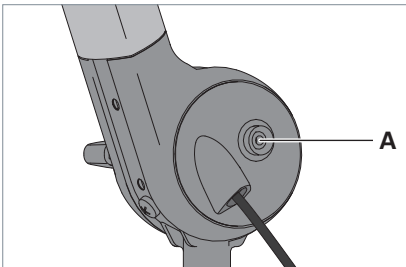

Fig. 5: Bouton-poussoir pour le câble de mise à la terre.
- ▶ Enfichez une des extrémités du câble de mise à la terre livré avec l'appareil sur le bouton-poussoir **A** du luminaire, voir Fig. 5.